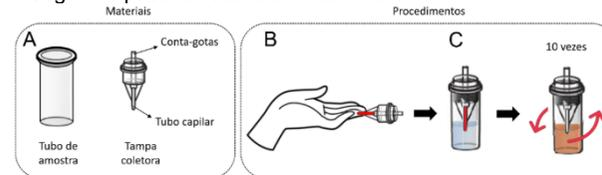
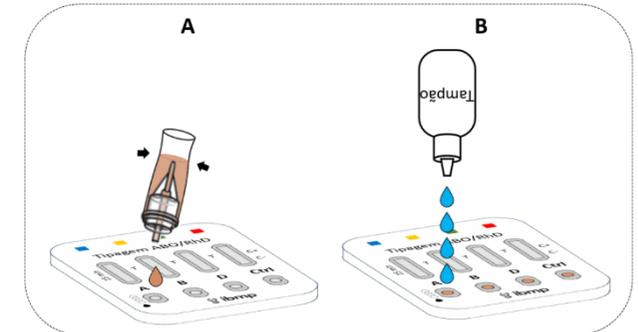

Figura 1. Representação dos materiais e procedimentos para coleta e preparo da amostra de sangue total.
Figura 2. Representação do procedimento de aplicação da amostra no dispositivo de teste.
- Em uma superfície plana e limpa, separar uma lanceta, o frasco de tampão de corrida, material para assepsia, um tubo de amostra e uma tampa coletora (Figura 1.A);
- Encostar a ponta do tubo capilar da tampa coletora na gota de sangue formada, na posição horizontal, sem pressionar contra a pele, até que o capilar seja totalmente preenchido com o sangue (Figura 1.B);
- Fechar o tubo de amostra com a tampa coletora (Figura 1.C). Certificar-se que esteja bem fechado, com a ponta do capilar com sangue encostando na solução tampão. Caso não esteja encostando, adicionar mais uma gota de tampão;
- Seguir os passos descritos no item 13.3.
- Em uma superfície plana e limpa, separar o frasco de tampão de corrida, uma micropipeta de 10 µL e ponteiros compatíveis, material para coleta por punção venosa e assepsia, um tubo de amostra e a tampa coletora (Figura 1.A);
- Realizar a coleta de sangue total por punção venosa conforme descrito no item 8.1;
- Fechar o tubo com a tampa coletora (Figura 1.C);
- Virar e pressionar levemente o tubo com a amostra diluída para dispensar **uma gota** em cada um dos quatro poços de amostra do cassete teste (A, B, D e Ctrl, conforme Figura 2.A);
- Dispensar **quatro gotas** de tampão de corrida em cada um dos quatro poços de amostra do cassete teste (A, B, D e Ctrl, conforme Figura 2.B);